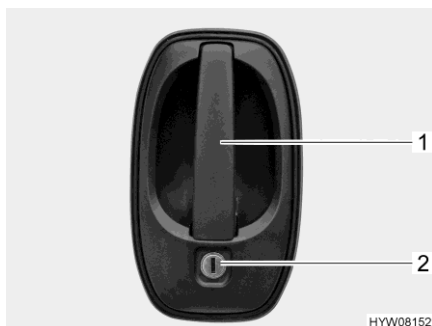

Bild 52 Dörrlås (förardörr/ingångsdörr på utsidan)
- Stick in nyckeln i låscylindern (Bild 52,2) och vrid den ända tills dörrlåset har låsts upp.
- Drag i dörrhandtaget (Bild 52,1). Dörren är öppen.
- Stick in nyckeln i låscylindern (Bild 52,2) och vrid den ända tills dörrlåset har låsts.